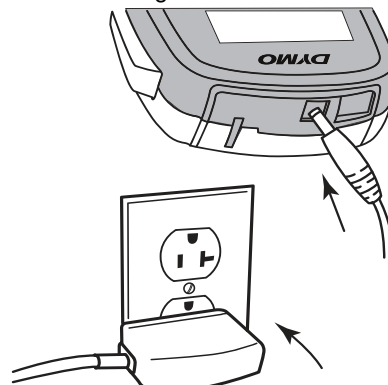

Figure 3
- 2 Branchez l'autre extrémité de l'adaptateur sur une prise secteur. Voir Figure 3.